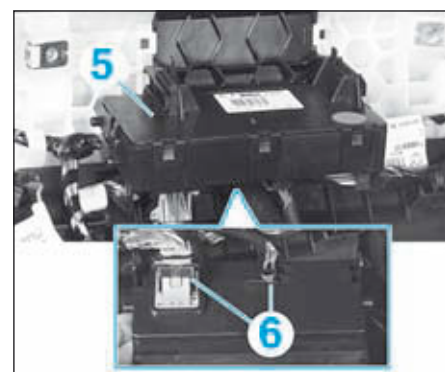

FIG.24
- Extraire le calculateur de climatisation (5) (Fig.24).
- Débrancher les connecteurs (6).
- Déposer le calculateur de climatisation (5).